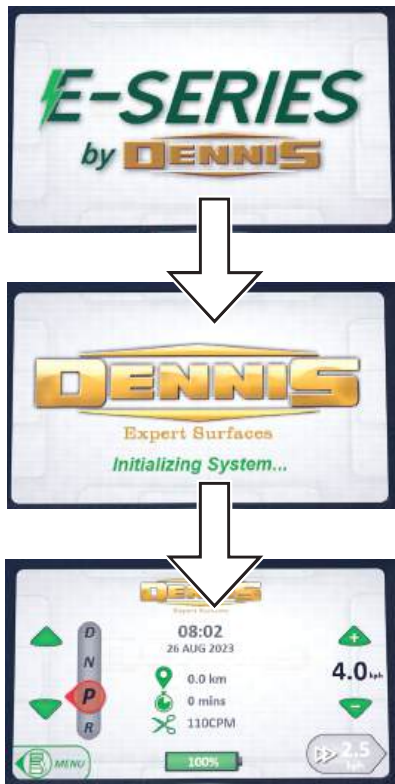

Abb. 13C - Startsequenz
3. Auf dem Bildschirm wird eine Startsequenz (Abb. 13C) angezeigt, bis der Startbildschirm erscheint (Abb. 5).